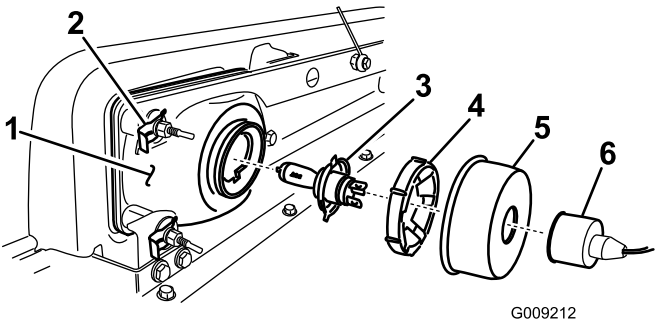

Figura 31
- 2. Retire el protector de goma (Figura 31).
2. Retire el faro desplazándolo hacia adelante y pasándolo por el hueco del parachoques delantero (Figura 31).
3. Introduzca el faro nuevo a través del hueco del parachoques (Figura 31).